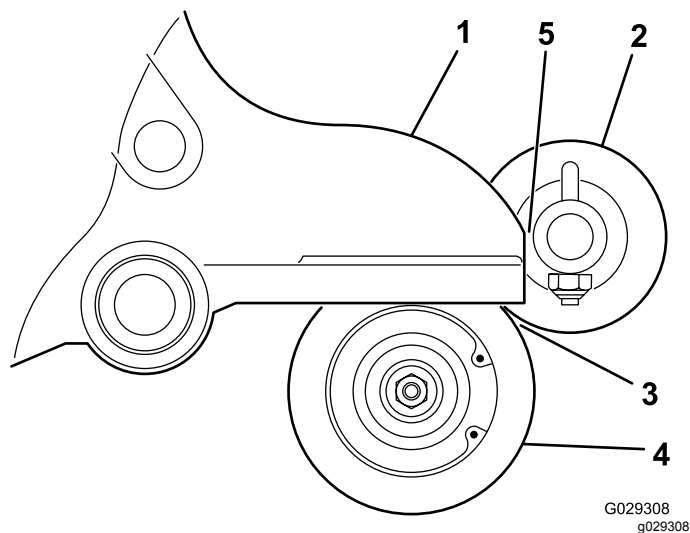

Figura 14
16. Posicione a escova do rolo de forma a que toque no rolo traseiro (**Figura 14**).